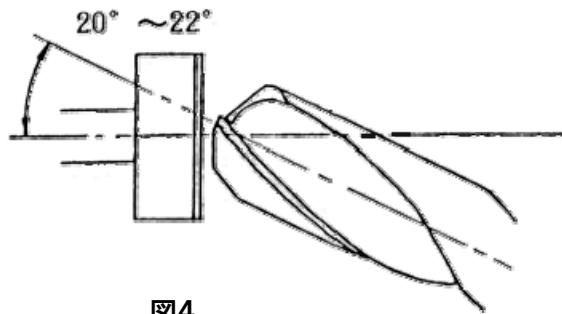
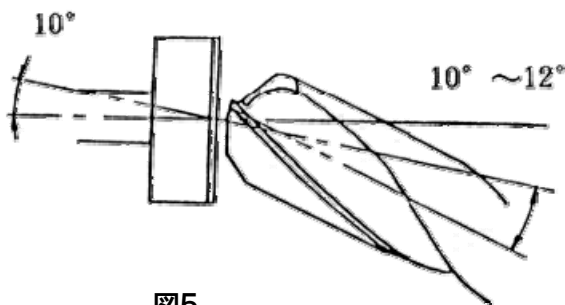

図4
図5
- 三番逃げ研削は、ドリル(ワークヘッド)の傾き角を $20^{\circ} \sim 22^{\circ}$ に設定します。(図4) 尚、ドリル(ワークヘッド)がこの角度まで傾けられない場合は、図5の様に砥石を 10° 傾けて下さい。
- ドリル(ワークヘッド)側の旋回角は、図4,図5の場合とも、先端角が 140° になるよう図2と同一の 20° の設定で行います。